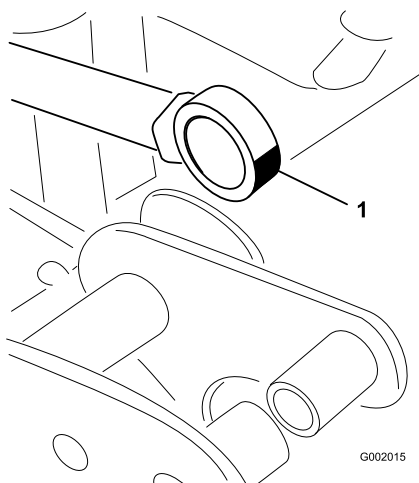

Figura 37
5. Manipule a extremidade do rolamento da barra do accionador e aplique massa lubrificante no rolamento (Figura 37). Limpe a massa lubrificante em excesso.